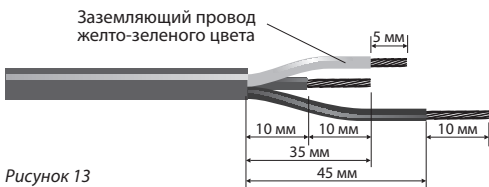

Рисунок 13
5.2. Разделку установочного провода НУ 3×1,0 выполнять согласно рис. 13.